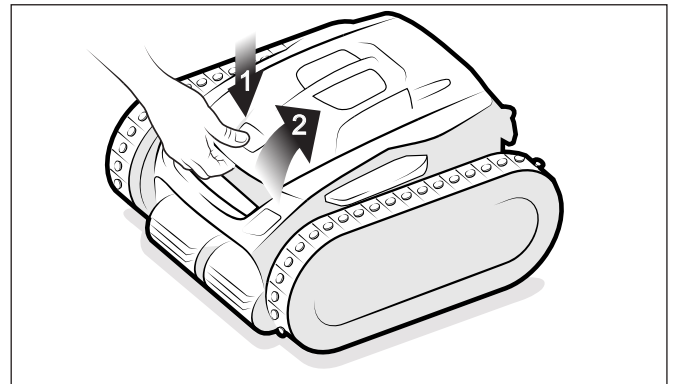

Figura 13. Levante la cubierta del limpiador
- Presione la traba de la tapa (1) y levante la tapa (2) hasta que quede fija en posición vertical (Figura 13).